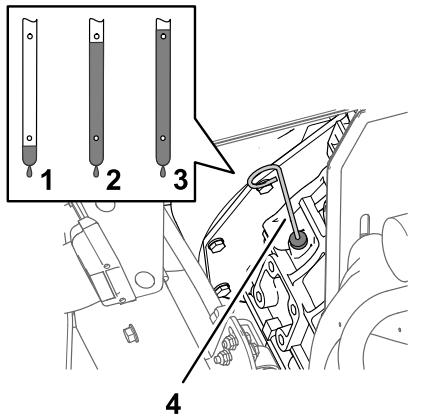

图 70
2. 取出乘客座椅下面的量油尺、并用干净抹布擦拭 **图 70**。